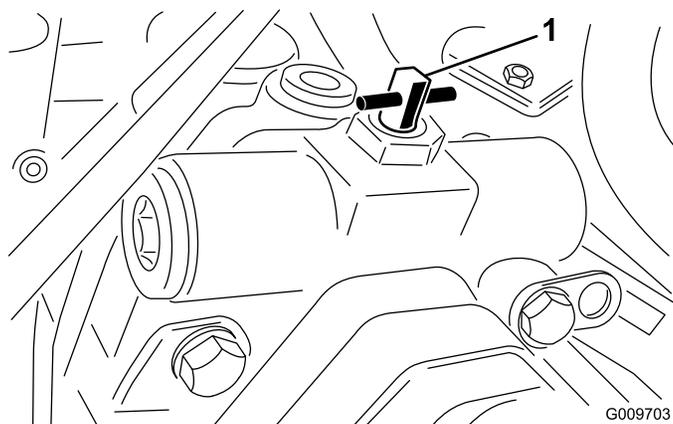

Figure 43
2. Tournez la vanne de dérivation à 90° (1/4 de tour) dans un sens ou dans l'autre pour l'ouvrir et dériver l'huile à l'intérieur de la transmission (Figure 43). Il sera alors possible de déplacer la machine lentement sans endommager la transmission. Notez la position de la vanne quand vous l'ouvrez ou la fermez.